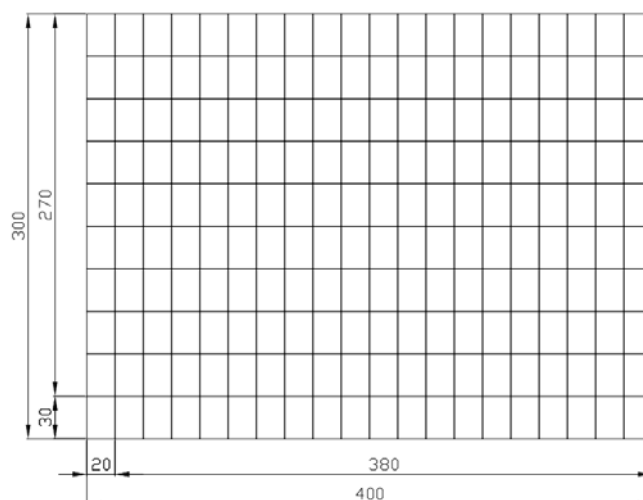

Рис. 145. Изображение для выполнения задания практической работы № 2 части 2 [17]
14. Построить с помощью Массива область, показанную на рис. 145.